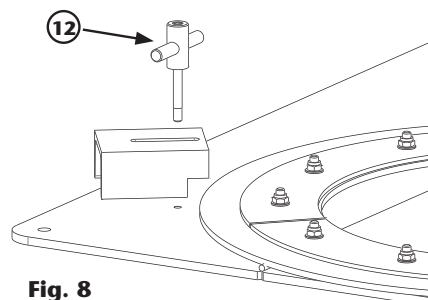

Fig. 8
3. Se o aparelho tem chapa base, encaixe as fixações e aparafuse na base (12) (fig. 8).